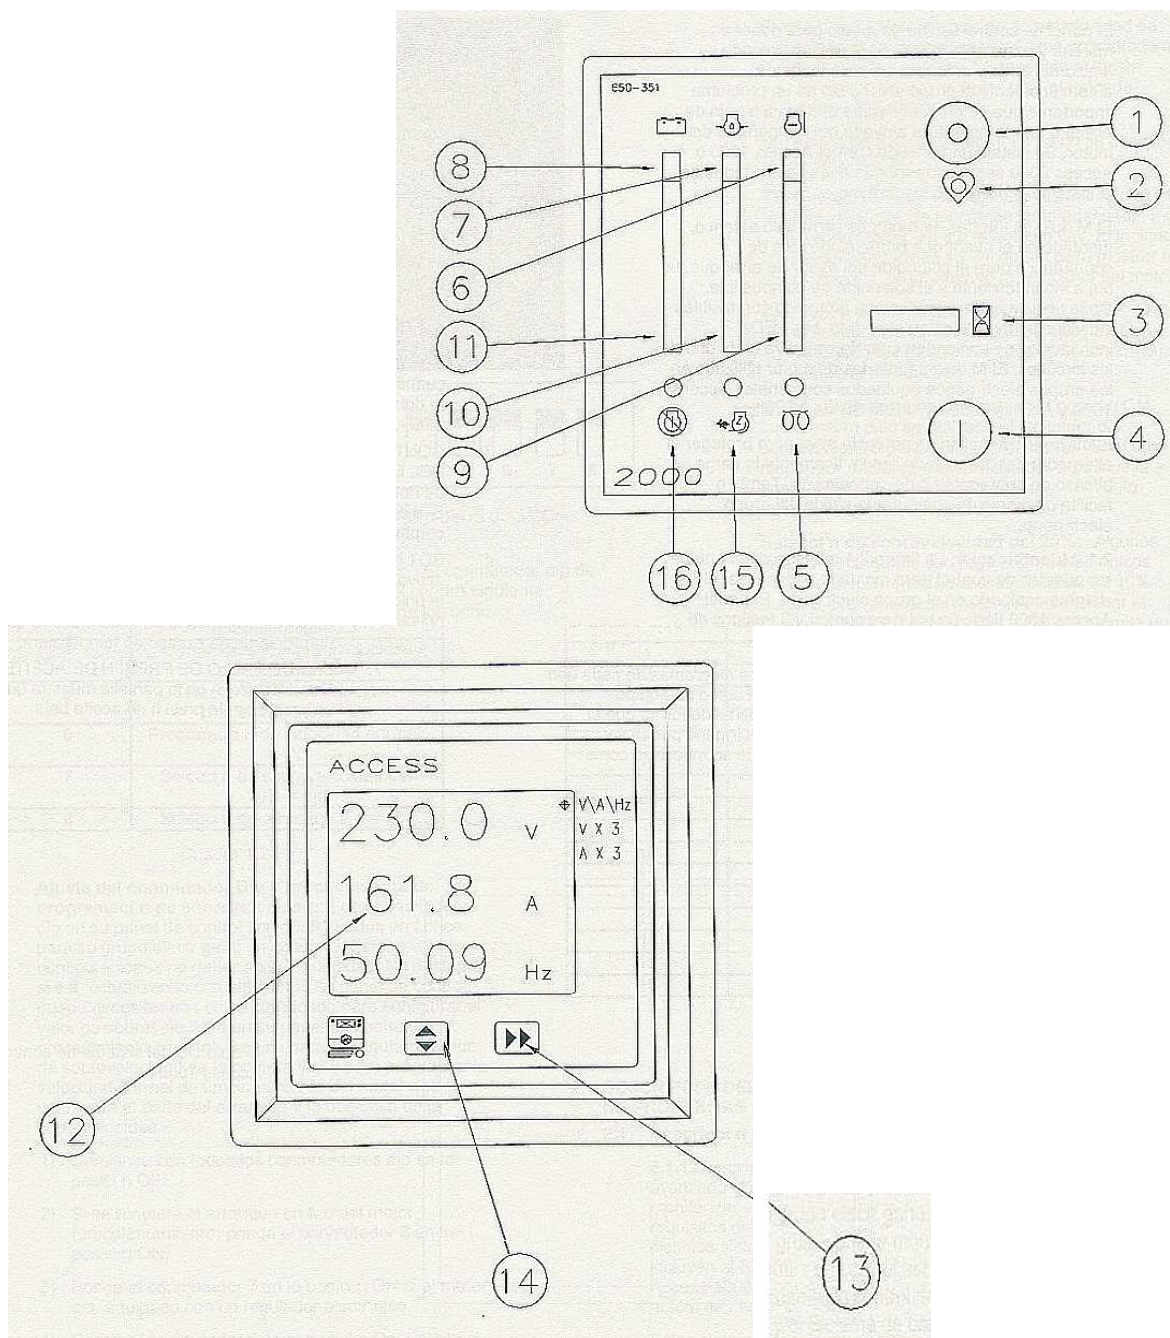

Figura 6.1 Paneles de control de los módulos de c.c y c.a. del AUT-MP82
6.1.2. **Identificación:** La figura 6.1 muestra el panel de control para ayudarle a identificar los elementos que equipan el grupo eléctrico. El panel AUT-MP82 (Access 2000) tiene un pulsador de control, 3 lámparas testigos de avería y 3 barras formadas por LED.
La figura 6.1 muestra el dibujo de los elementos del panel de control. El añadido de equipos opcionales añadirá elementos al panel de forma que el panel montado en el grupo eléctrico puede ser ligeramente diferente de los que se muestran como estándar. Las descripciones siguientes explican la función de cada uno de los elementos de los paneles: